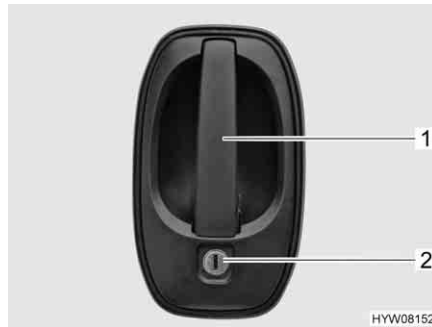

Fig. 40 Serratura della porta conducente, lato esterno
- Inserire la chiave nel cilindro della serratura (Fig. 40,2) e ruotare fino a quando la serratura della porta si sblocca.
- Tirare la maniglia della porta (Fig. 40,1). La porta è aperta.
- Inserire la chiave nel cilindro della serratura (Fig. 40,2) e ruotare fino a quando la serratura della porta si blocca.